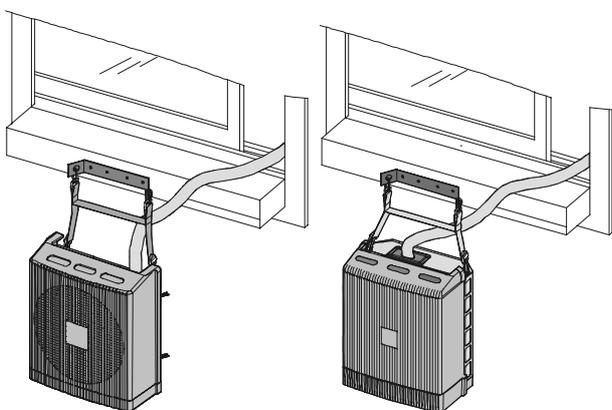
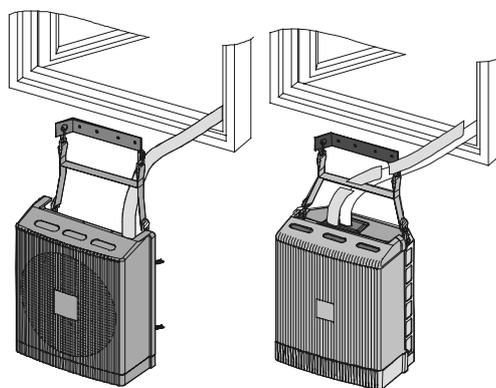
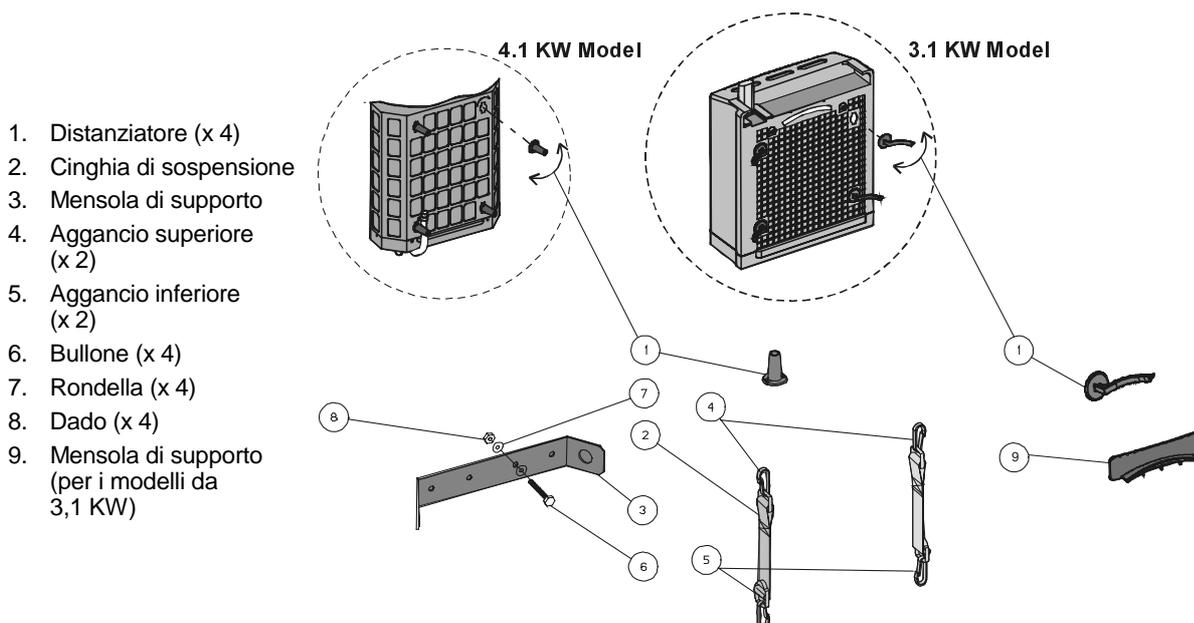

Figura 6. Unità esterna sospesa sul davanzale della finestra
Figura 7. Unità esterna montata a parete
Figura 8. Corredo di supporto per l'unità esterna
Il corredo standard (Figura 8) fornito con il climatizzatore per sostenere l'unità esterna, consente di montarla sia su un davanzale di finestra (Figura 6) che a parete (Figura 7); i numeri di riferimento dei prossimi passi si riferiscono alla Figura 8.
1. Installate i 4 distanziatori (1) sul retro dell' unità per assicurare il libero flusso dell'aria all'unità.
2. Il montaggio a finestra è illustrato nella Figura 6. Sistemare la mensola di supporto (3) sul davanzale della finestra, trapanare 4 fori sull'infisso della finestra e montare il supporto assicurandolo con 4 viti.
3. Attaccare i due agganci inferiori (5) nei fori laterali dell' unità.
4. Alzate l' unità, farla passare sulla finestra e attaccare i due agganci superiori (4) nei fori laterali della mensola di supporto (3).
5. Controllare che l'unità sia ben sostenuta, stabile e livellata. Per mettere a livella l'unità, usate le cinghie di sospensione (2).
6. Per il montaggio a finestra, illustrato nella figura 7, appoggiare alla parete la mensola di supporto (3), trapanare quattro fori nel muro e assicurarla con le quattro viti; verificare che il supporto si ben livellato.